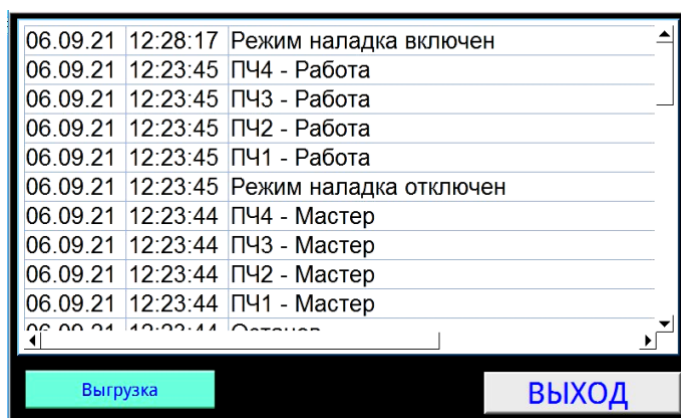

Рисунок 9 Окно «ЖУРНАЛ»
2.2.9. В окне «ЖУРНАЛ» (Рисунок 9) в формате списка отображаются основные события шкафа управления за последние 30 дней с сохранением даты и времени наступления события.
Для выгрузки журнала и просмотра на другом устройстве присоедините флэш-память к соответствующему разъёму панели оператора. При этом появиться выпадающее меню для установки программного обеспечения в память панели. Необходимо закрыть данное меню или подождать, пока оно закроется само. После чего необходимо зайти в журнал через меню «Настройки» и нажать кнопку «Выгрузка» (рис.9). Информация из журнала выгрузится на флэш-память в формате .csv, который можно просмотреть в программе MS Excel.